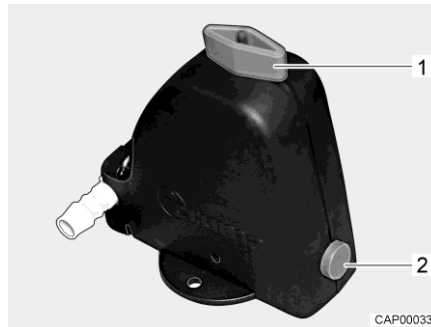
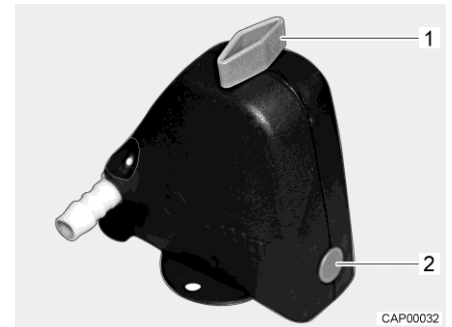

Bild 61 Sicherheits-/Ablassventil geöffnet
Bild 62 Sicherheits-/Ablassventil geschlossen
- Sicherheits-/Ablassventil schließen. Dazu Drehknopf (Bild 61,1) quer zum Sicherheits-/Ablassventil drehen und Druckknopf (Bild 61,2) hineindrücken. Das geschlossene Sicherheits-/Ablassventil ist in Bild 62 dargestellt. Bei Temperaturen unter 6 °C lässt sich das Sicherheits-/Ablassventil nicht schließen.